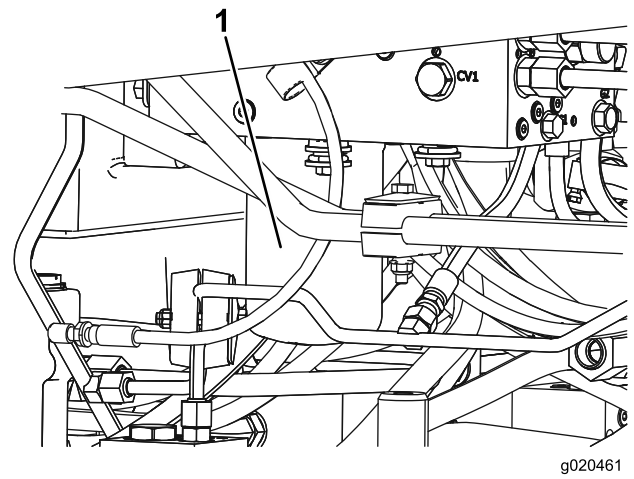

Figura 73
5. Repita el procedimiento con el otro filtro (Figura 73).